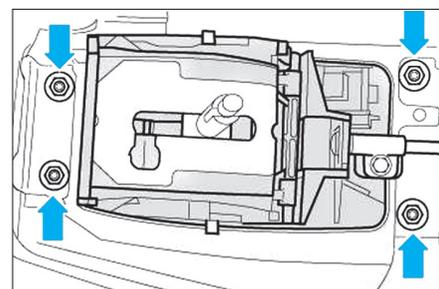

Fig. 19
- Déposer les quatre écrous (flèches) fixant le boîtier sélecteur (Fig.19).